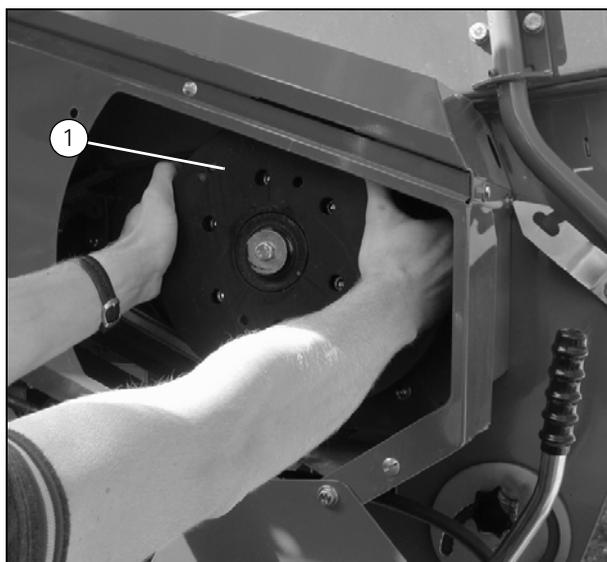
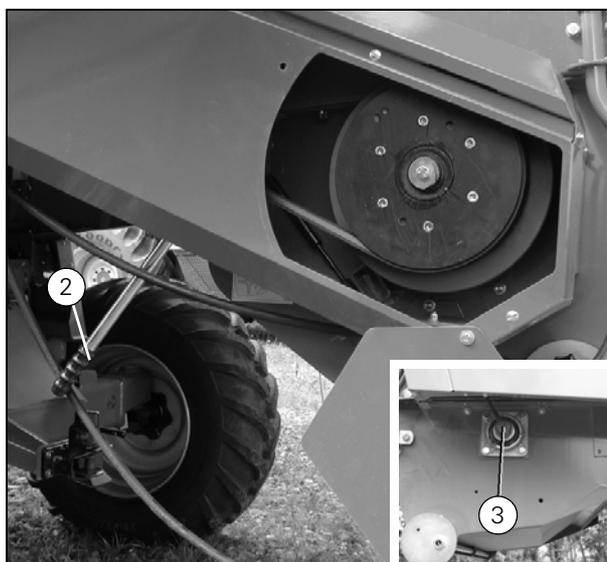

Рисунок 19
Рисунок 20
(Рис. 19) и (Рис. 20)
3. Вытянуть наружу задний диск муфты, так чтобы он вошел в зацепление с ременным шкивом (1), как показано на (Рис. 19).
4. Оттянуть рычаг (2) назад, чтобы открыть заслонку в бункере соломы и, таким образом, выгрузить солому в соломорезку